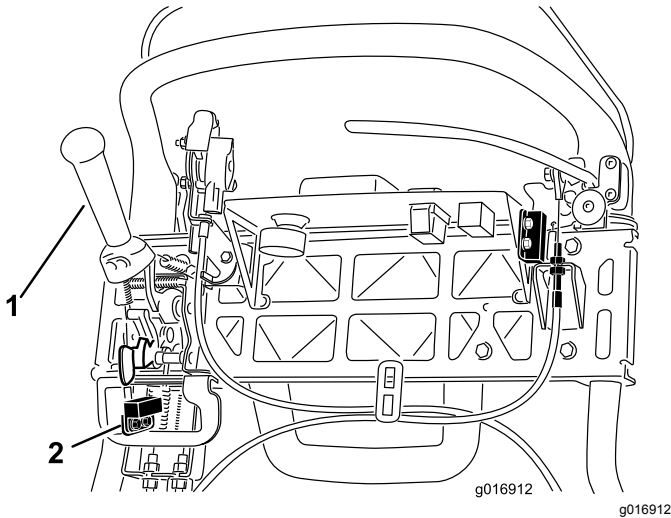

Bild 41
4. Lösen Sie die Befestigungsschrauben des Sicherheitsschalters (Bild 41).
5. Legen Sie eine 1,6 mm dicke Beilagscheibe zwischen den Fahrtriebshebel und den Sicherheitsschalter (Bild 41).